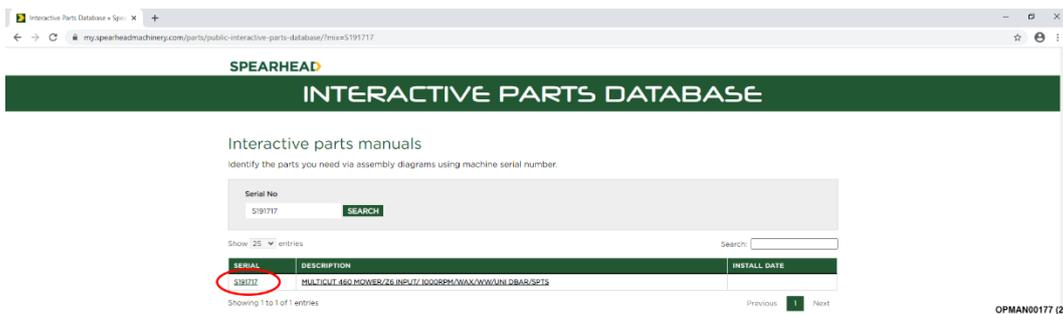

Abbildung 7.2 – Klicken Sie auf die Seriennummer
7.1.1.2 Nach Eingabe der Seriennummer wird die Ausführung für die Maschine eingeblendet. Klicken Sie auf die Seriennummer, siehe Abbildung 7.2.